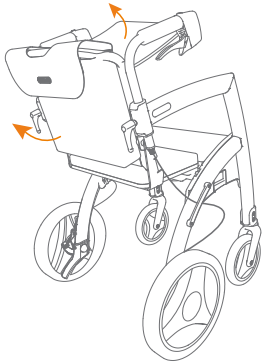
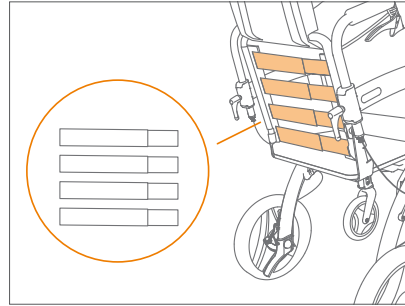

Figure 50: Sangles de réglage transparentes.
Figure 51: Quatre sangles d'ajustement réglables.
- b. Remontez le sac du kit fauteuil roulant et la housse du dossier par le bas (**Figure 50**). Les sangles de réglage sont maintenant bien visibles (**Figure 51**).